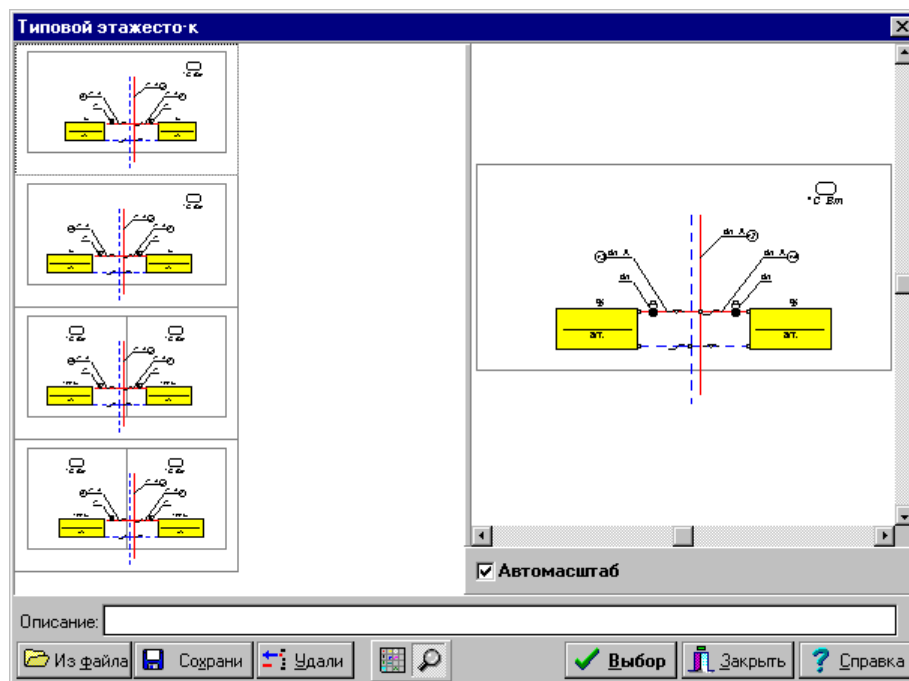

Рис. 5.30. Диалоговое окно с набором типовых этажестояков
3. в высвеченном диалоговом окне выбрать соответствующий блок (Рис. 5.30). После нажатия клавиши **ОК** выбранный блок будет записан в буфер обмена, а курсор мыши будет иметь вид буфера обмена  , это означает, что программа в состоянии вставки данных из буфера обмена;